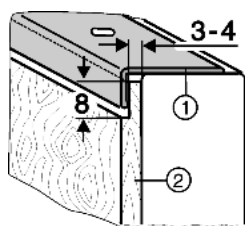

Fig. 10
- Pour les panneaux décor Fig. 10 (2) plus épais, réduire leur épaisseur à 4 mm maximum comme l'indique l'illustration.